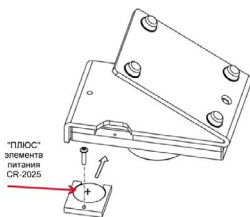

Рис. 1. Установка элемента питания и монтаж панели.
2. Установите элемент питания CR2025 в контейнер и установите контейнер в панель соблюдая полярность (Рис. 1.). Закрепите контейнер в панели при помощи винта.